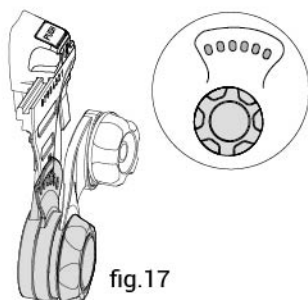

fig.17
- Para ajustar a posição de repouso e a gama de rotação, desaperte o botão de tensão, rode a alavanca para uma das três posições e aperte o botão de tensão (ver fig. 17).